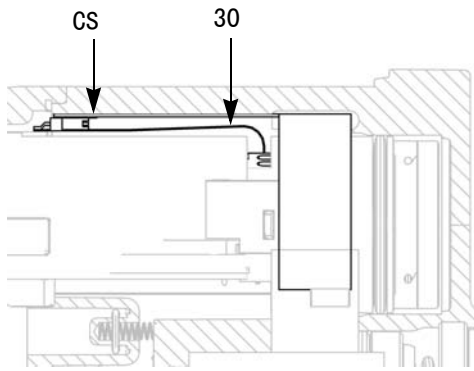

图 26. 连接柔性电路
**仅适用智能型：**将 6 针柔性电路（30）的连接器和枪身顶部位置的插口（CS）对准。参见图 26。